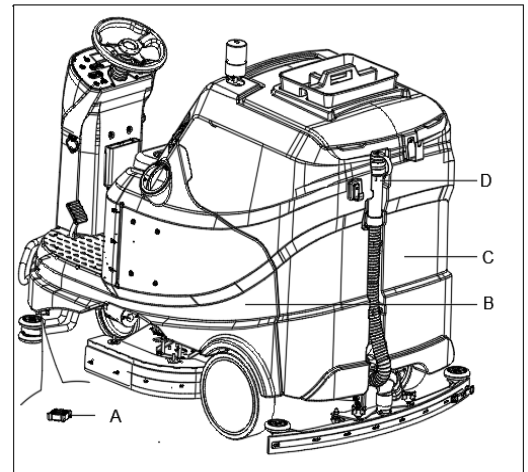

Abb. 15
Wenn die Multifunktionsanzeige (47, Abb. 3) ERROR24 anzeigt und die Anzeige für einen vollen Schmutzwassertank (48, Abb. 3) an ist. Diese zeigt an, dass der Schmutzwassertank (C, Abb. 15) voll ist, der Saugmotor kann den Boden nicht mehr trocknen. Entleeren Sie den Schmutzwassertank wie folgt:
4. Entleeren Sie den Schmutzwassertank mit dem Schlauch (F, Abb. 15). Spülen Sie dann den Schmutzwassertank (C, Abb. 15) mit sauberem Wasser.
1. Entleeren Sie den Reinigungslösungstank über die Ablassabdeckung (A, Abb. 15). Nach der Beendigung spülen Sie den Behälter gründlich mit klarem Wasser aus.
2. Leeren Sie die Tanks (B und C, Abb. 15), wie im vorherigen Absatz gezeigt.